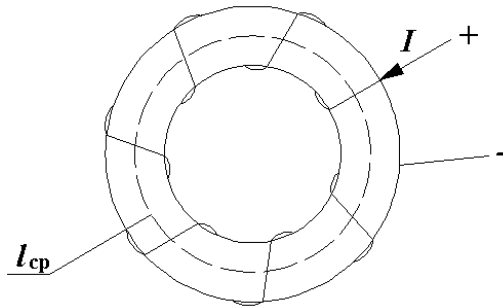

Рис. 1.8
1. В сердечнике из литой стали (рис. 1.8) необходимо создать магнитную индукцию $B = 1$ Тл. Число витков равномерно намотанной на сердечник обмотки $w = 200$, длина средней линии сердечника $l_{\text{ср}} = 69$ см, сечение $S = 6$ см². Как следует изменить значение тока I , протекающего по обмотке, для сердечника с воздушным зазором $l_{\text{в}} = 0,5$ мм?